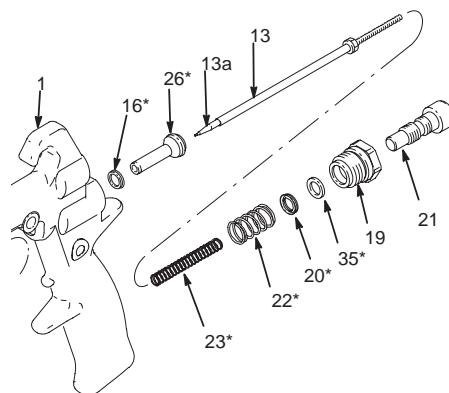
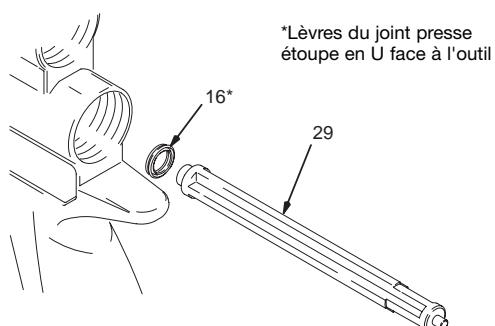
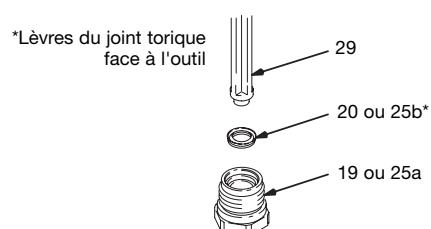

Fig. 26
Fig. 27
Fig. 28
- Monter un par un les nouveaux joints toriques (25b) avec l'outil de montage de joints (29); les lèvres du joint presse étoupe en U(16) doivent faire face à l'outil comme illustré à la Figure 28.
- Retirer l'écrou de la soupape de fluide (19), le ressort de la soupape d'air (22) et le guide étanchéité du pointeau (26). Jeter l'ensemble des pièces usagées. Voir Figure 26.
- A l'aide d'un outil de démontage de joint, retirer le joint presse étoupe en U (16) du corps du pistolet.
- Placer le nouveau joint presse étoupe en U (16) sur l'outil de montage de joints (29), avec les lèvres du joint face à l'outil comme illustré à la Figure 27.
- Pousser le joint presse étoupe en U (16) dans l'arrière du pistolet jusqu'à ce qu'un engagement définitif soit ressenti.
- A l'aide d'un outil de démontage de joint, retirer le joint torique(20) et l'entretoise (35) de l'écrou de la soupape de fluide (19). Eviter d'endommager la surface du joint de l'écrou ou le filetage de l'écrou.
- Monter un joint torique (20) à l'aide de l'outil de montage de joints (29) avec les lèvres du joint face à l'outil comme illustré à la Figure 28. Ceci permettra d'appliquer une pression uniforme sur les lèvres sans les endommager.
- Pousser le joint torique (20) et l'entretoise (35) dans l'écrou de la soupape de fluide (19) jusqu'à ce qu'un engagement définitif soit ressenti.